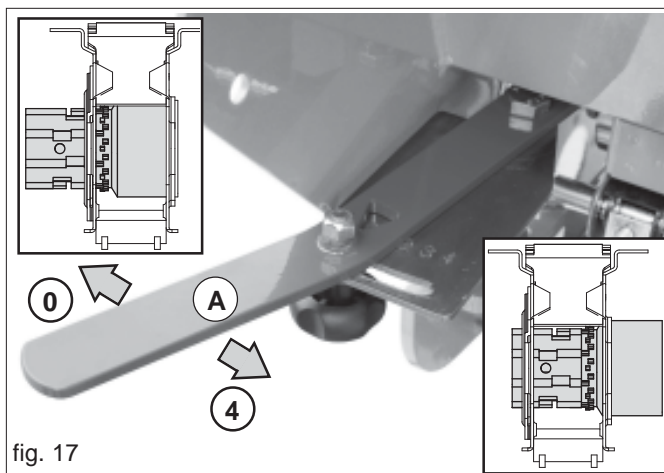

fig. 17
- 2) la leva (Fig. 17) in posizione «A»;
Prima d'iniziare la semina, scegliere la posizione della leva d'apertura dei rulli dosatori più adatta (Fig. 17) in funzione alla quantità di semente da distribuire, secondo le indicazioni riportate nelle TABELLE DI DISTRIBUZIONE (pag. 15).
La regolazione dell'apertura dei rulli dosatori avviene spostando la leva (A, Fig. 17) lungo l'asola tra i riferimenti 0 e 4.
- 6) A questo punto, è possibile regolare la quantità da distribuire in modo ottimale, variando la posizione della leva (A, Fig. 17).